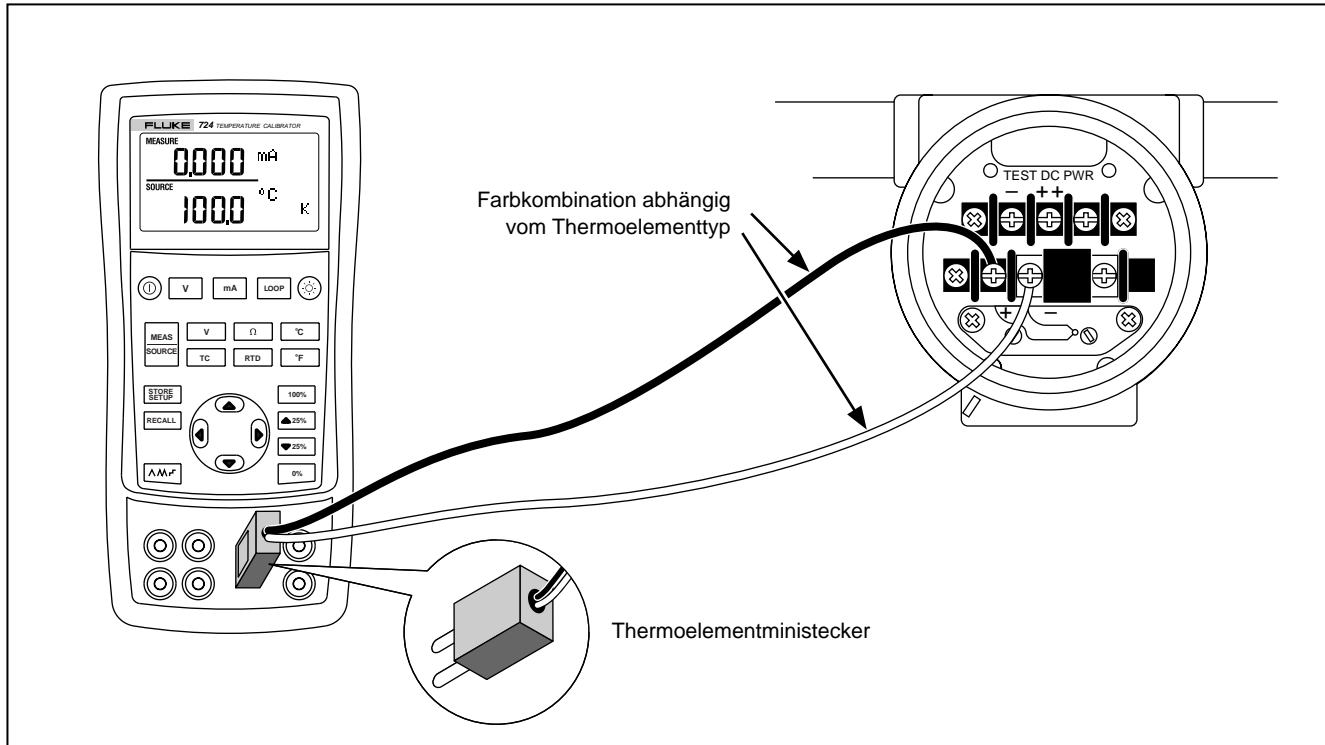

Abbildung 13. Verbindungen zum Simulieren eines Thermoelements
Einer der beiden Steckerstifte ist breiter als der andere. Auf korrekte Stiftausrichtung achten, und keine Kraft anwenden. Diese Verbindung ist in Abbildung 13 dargestellt.
1. Die Thermoelementleiter gemäß Abbildung 13 mit dem geeigneten Thermoelementministecker verbinden und dann in die TC-E/A-Buchse des Kalibrators einstecken.